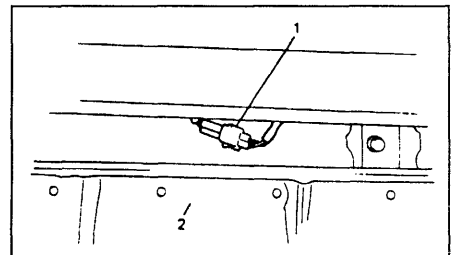

Рис. 11. Датчик указателя уровня топлива. 1 - разъем датчика указателя уровня топлива, 2 - задний бампер.
- 2) Отключите штепсельный разъем датчика указателя уровня топлива после снятия заднего бампера (рис. 11).